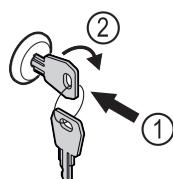

Fig. 125
► 按入钥匙。Fig. 125 (1)
► 将钥匙顺时针转动 90°。Fig. 125 (2)